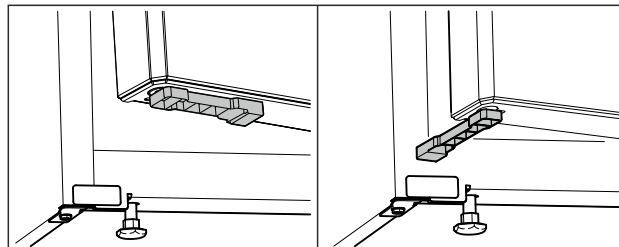

Fig. 78 \*
- ▶ Поверните упор для двери на 90°. (см. Fig. 78) \*